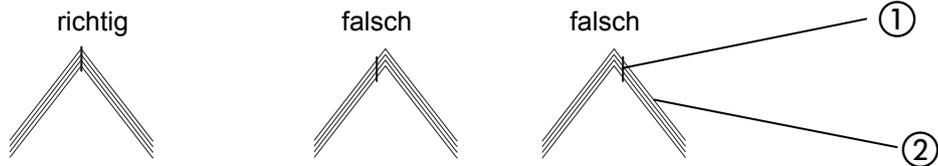

Abb. 18
Die Zentrierteile werden nur bei einer Sattelheftung eingesetzt. Sie dienen der exakten Positionierung der Haftklammer ① in der Falzmitte der Bögen ② (- vgl. Abb. 18 -).